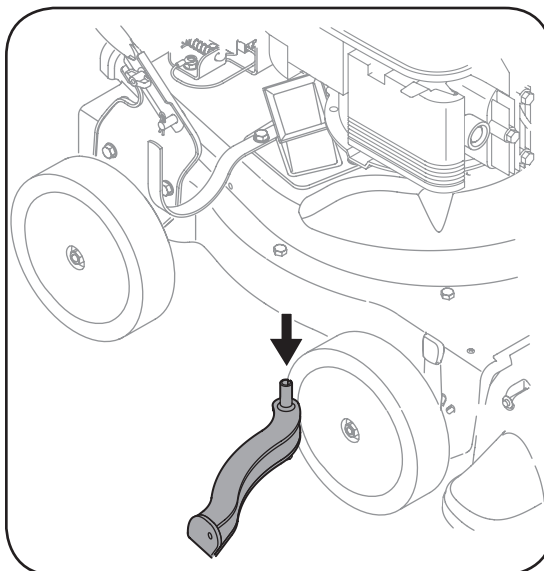

Figura 5-2
6. Saque la pantalla y límpiela con un cepillo o lávela con agua. Vea la figura 5-2.